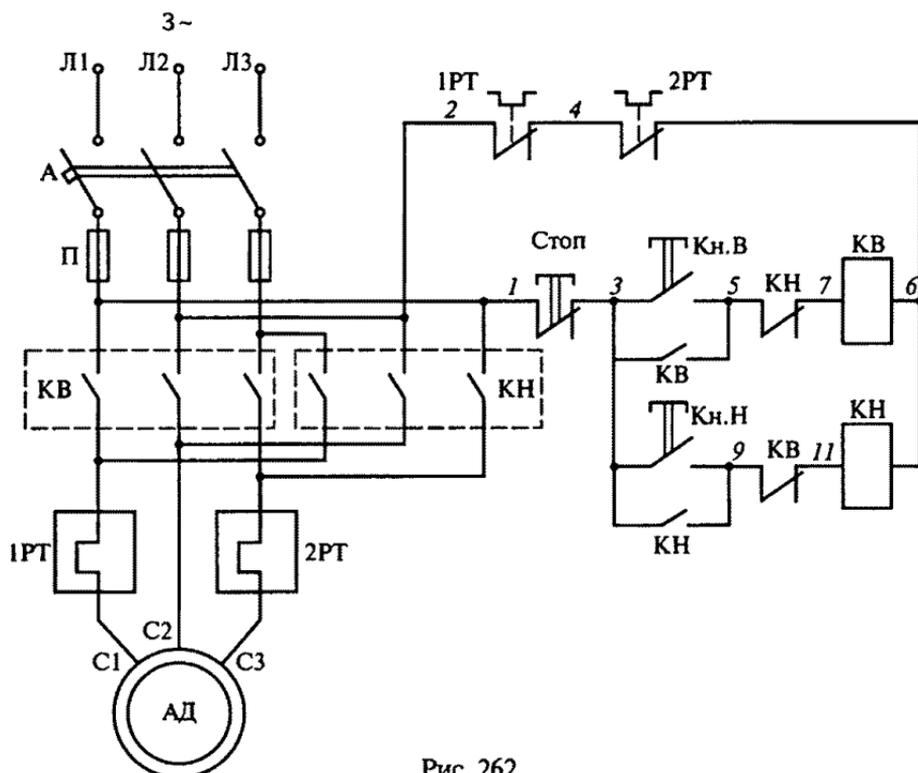

Рис. 262
11.28. Какая последовательность фаз обеспечивается нажатием кнопки Кн.Н в схеме реверсивного магнитного пускателя на рис. 262?
11.29. Что произойдет при одновременном нажатии кнопок Кн.В и Кн.Н (при отсутствии взаимной блокировки) в схеме реверсивного магнитного пускателя, приведенной на рис. 262?